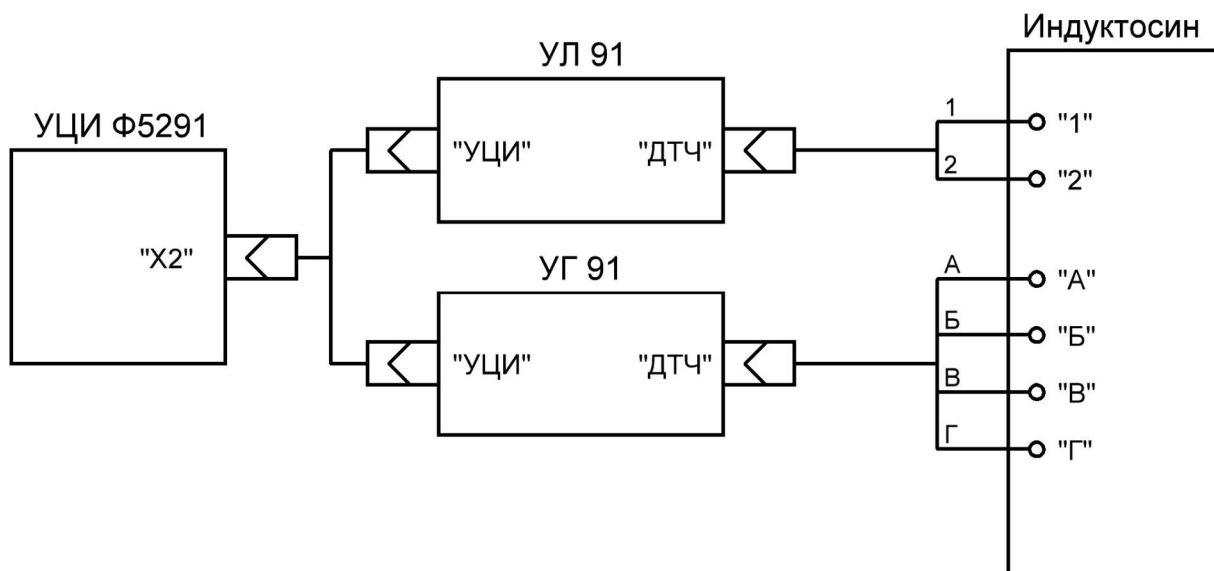

Рис.4.1
4.3.Подключить согласно рис.4.1: